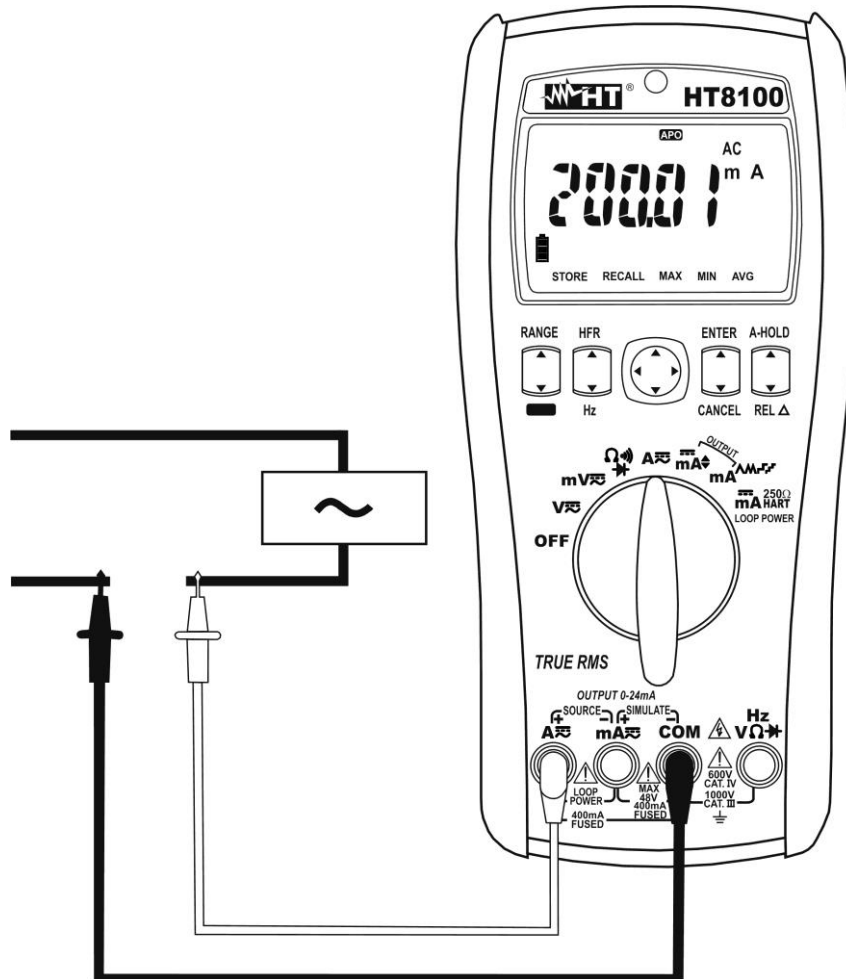

Fig. 5: Uso dello strumento per misura di Corrente AC
4. Inserire il cavo rosso nel terminale di ingresso **mA $\overline{\sim}$** o **A $\overline{\sim}$** ed il cavo nero nel terminale di ingresso **COM** (vedere Fig. 5)